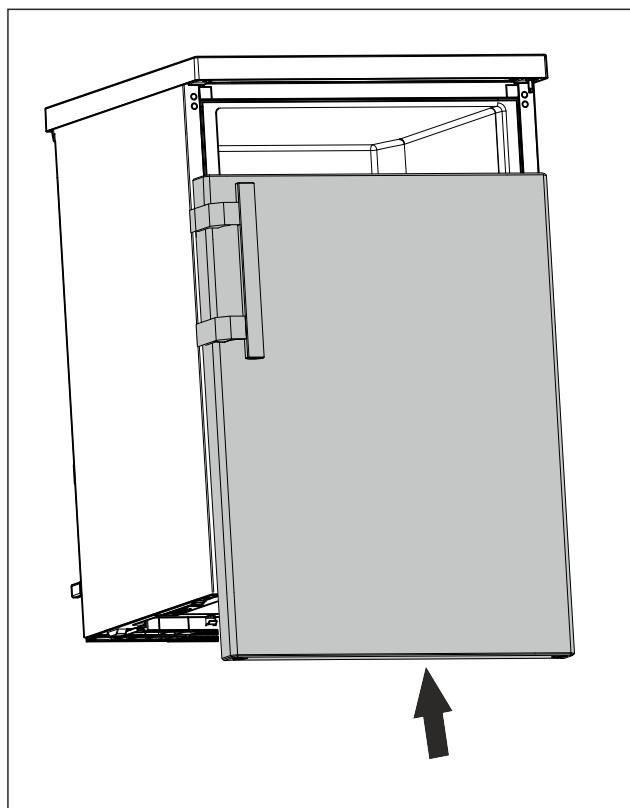

Fig. 23
- Nasuňte dvere v zatvorenom stave na horný čap. (pozri Fig. 23)